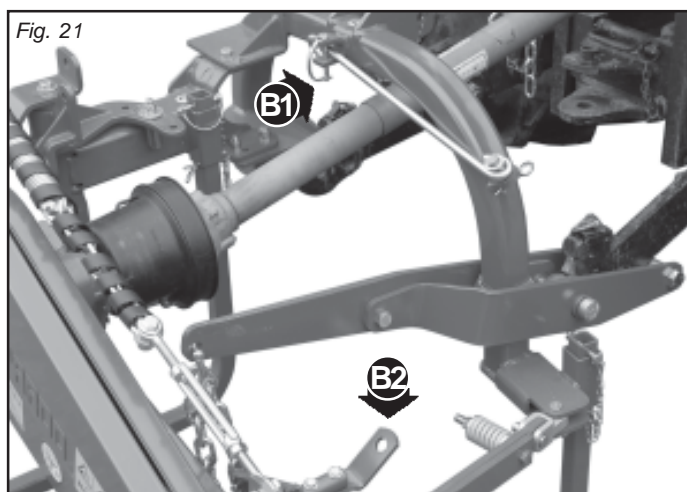

Fig. 21
- Sfilare il gancio di sicurezza e riporlo nell'alloggiamento superiore del telaio (B1, Fig. 21)